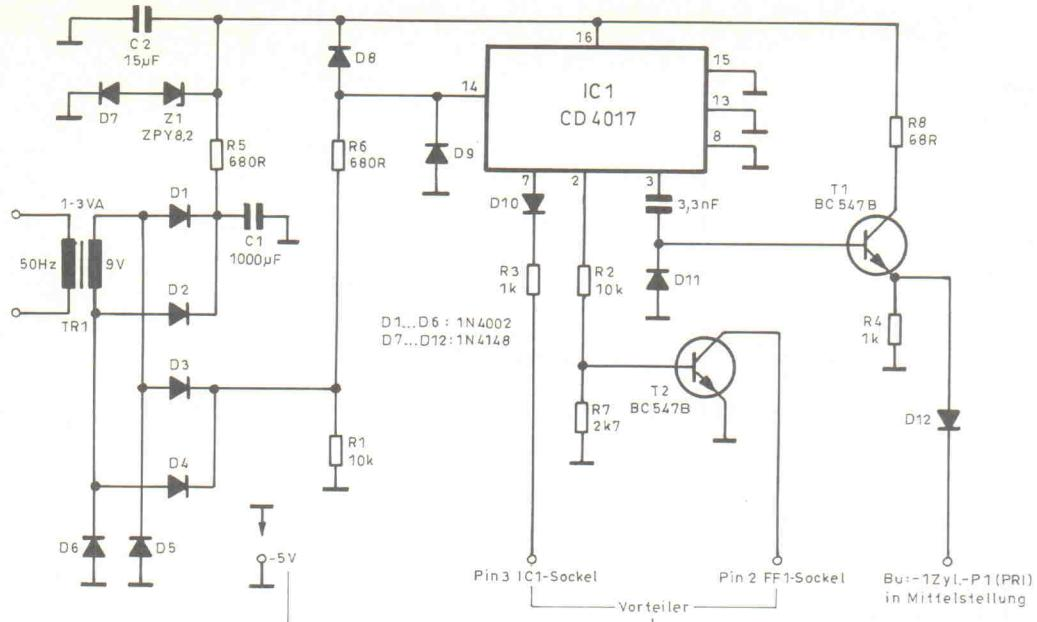

Bild 46. Die Frequenzstabilität des 220-V-Netzes ist für den Abgleich des Drehzahlmeßbereichs noch ausreichend.
- 1) Zunächst ist die in Bild 46 wiedergegebene Schaltung aufzubauen und die in dieser Abbildung angegebenen Verbindungen zur Anschlußbuchse 'Trig. 1.Zyl.' und zur Verteilerschaltung (VT) herstellen. Dazu befinden sich FF 1 und IC 1 noch nicht in der VT-Schaltung; die zugehörigen IC-Fasungen können daher zum Anschluß dienen.